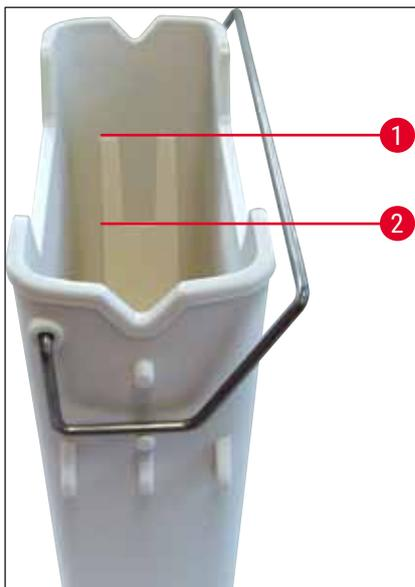
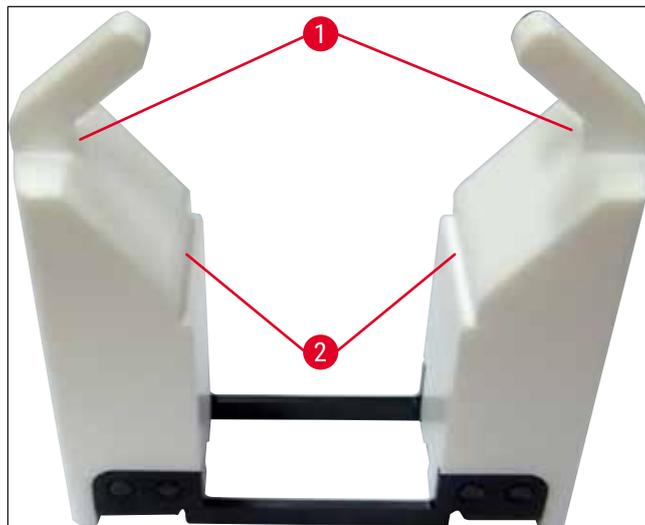

Fig. 65
Fig. 66
Compruebe que el asa de las cubetas de reactivo esté bien montada en las cubetas. Si no es así, apriete el asa como se muestra en (→ "Fig. 65").
- Al llenar cualquier tipo de cubeta de reactivo, tenga en cuenta las marcas de nivel de llenado del interior de las cubetas de reactivo (→ "Fig. 65") (→ "Fig. 66").
- Si se utilizan insertos para tintes especiales (→ "Fig. 66") en las cubetas de reactivo para reducir el volumen de reactivos, introdúzcalos primero en la cubeta de reactivo y luego llene el reactivo al menos hasta el nivel de llenado mínimo indicado (→ "Fig. 66-2"), pero no por encima del nivel máximo de llenado (→ "Fig. 66-1").